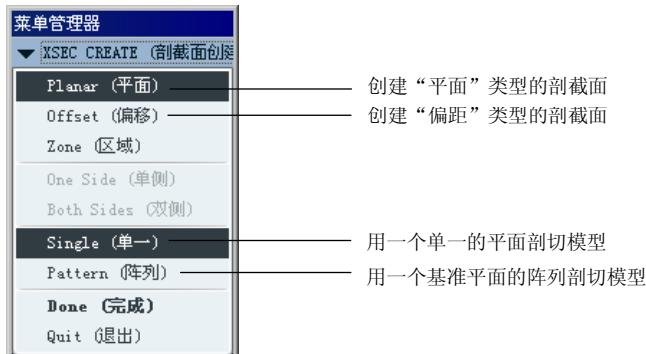

图 9.3.4 “剖截面创建”菜单
Step4. 选择截面类型。在弹出的图 9.3.4 所示的菜单管理器中，选择默认的 Planar (平面) → Single (单一) 命令，并选择 Done (完成) 命令。